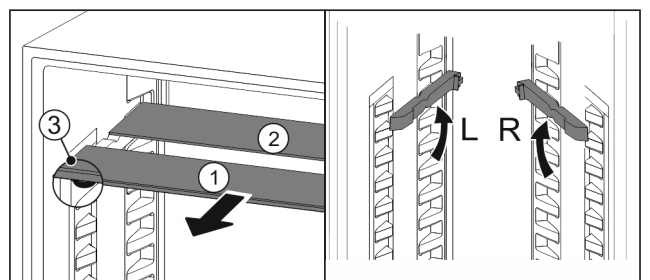

Fig. 85
- estrarre i ripiani di vetro singolarmente tirando in avanti Fig. 85 (1).
- ▷ Il piano in vetro Fig. 85 (1) con il motivo ornamentale è nella parte anteriore.
- ▷ I fermi Fig. 85 (3) sono rivolti verso il basso.